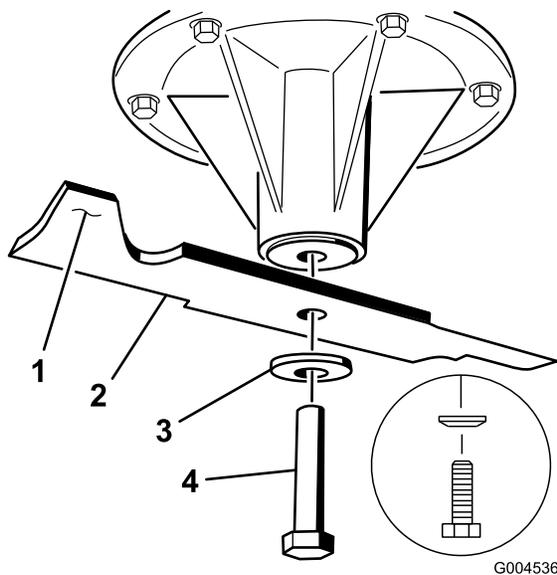

Figure 65
2. Pour les tabliers de coupe de 40 et 48 pouces, enlevez le boulon de lame, la rondelle bombée et la lame de l'axe de pivot (Figure 65).
1. Placez la lame sur l'axe (Figure 65).
Important: Pour obtenir une coupe correcte, la partie relevée de la lame doit être tournée vers le haut et dirigée vers l'intérieur du tablier de coupe (Figure 65).
2. Sur les tabliers de coupe de 40 et 48 pouces, montez la lame, la rondelle bombée et le boulon de lame (Figure 65).